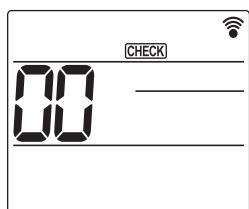

Fig. 6-7
- ① Schakel minstens 12 uur voor het proefdraaien de stroom van de unit in.
- ② Houd de toets **[MENU]** 5 seconden ingedrukt. (Fig. 6-7)